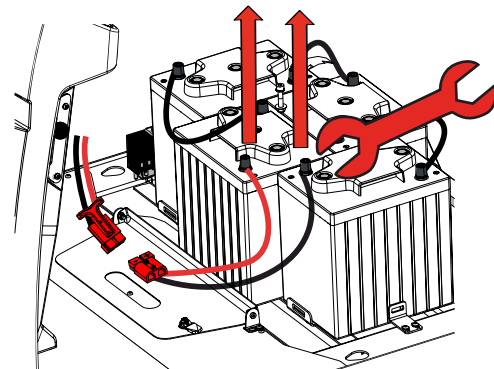

Abb. 30
- Polklemmen am Minuspol (-) abklemmen. (Abb. 30)
- Polklemmen am Pluspol (+) abklemmen. (Abb. 30)